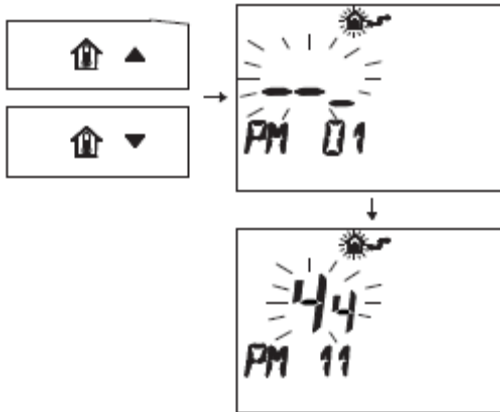

рис. 5.53
- Нажмите кнопки или , для перехода к параметру «PM 11» пост-циркуляция насоса (см. рис. 5.53).